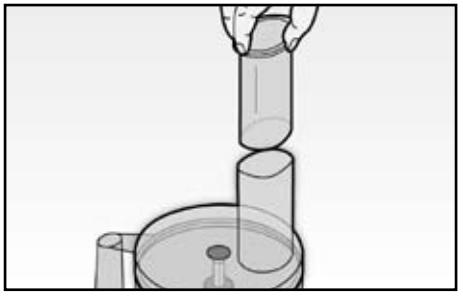

Fig. 8
- Se durante il funzionamento si rendesse necessario aggiungere alimenti, utilizzare il foro presente sul coperchio (Q). Spingere gli alimenti inseriti con l'ausilio del premcibo (I) (Fig. 8).